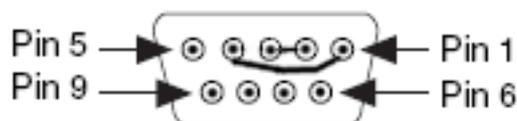

Рисунок 3.2. Включение режима loopback порта RS-485 на модуле Салют-ЭЛ24Д1
- для модулей Салют-ЭЛ24Д1 — розетка XS6, см. рисунок 3.2;